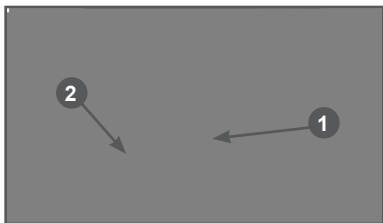

Рис. 3 Расположение элементов фиксации кабеля удлинителя
3. Подключите устройство к удлинителю. Для предотвращения случайного отсоединения вилки сетевого кабеля от розетки удлинителя, на корпусе устройства в районе задней рукоятки предусмотрены отверстие 1 и крючок 2 фиксации кабеля удлинителя (Рис. 3).
Для подключения устройства к удлинителю: сделайте на конце удлинителя петлю, сгиб петли просуньте в отверстие и наденьте на крючок (Рис. 3).